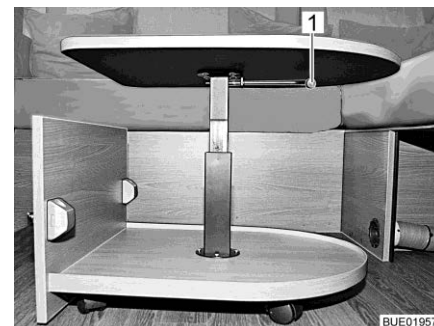

Fig. 132 Tavolino da salotto, estratto
- Ruotare di 90° verso il basso la leva di serraggio (Fig. 132,1).